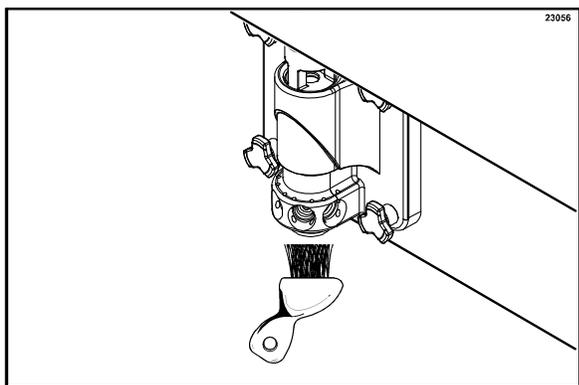

图 24
4. 携带少量消毒液回到冷冻机。在门出料口的下面放置一个桶，将门出料口刷子浸入消毒液中涮洗，用刷子清洗门出料口、传动混合搅拌器的底部和搅拌器刮刀以及糖浆管线的管接头。（见图 24。）